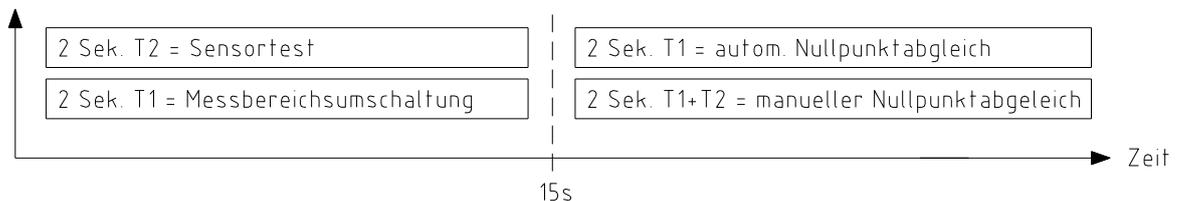

Bild 38
e) Bedieneinheiten Taster und LEDs (Nr. 12 bis 14 und Bild 38)